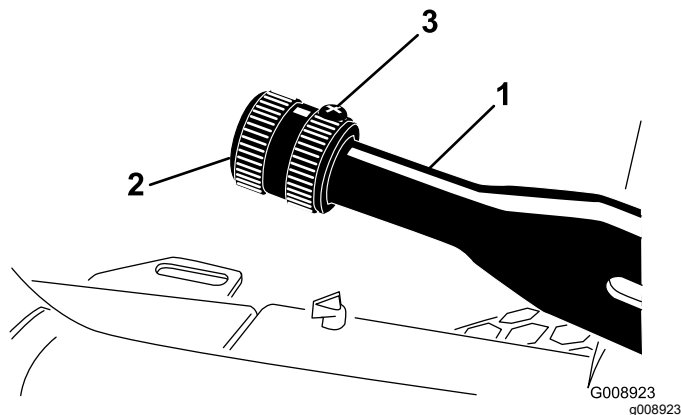

Figure 77
2. Desserrez la vis de fixation du pommeau sur le levier du frein de stationnement (Figure 77).